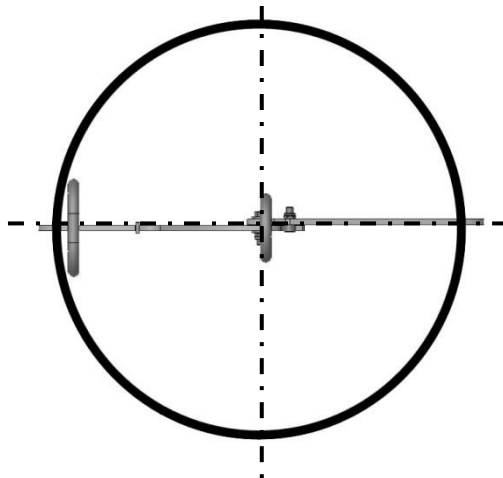

Bild 1 (Draufsicht)
Generell ist drauf zu achten, dass das Gerät (SAZ-UNI) immer **mittig** (im Zentrum) des Greifgutes positioniert ist, bevor es angehoben und transportiert wird (Bild 1)!!!
- Gerät (SAZ-UNI) **mittig** (im Zentrum) auf das Greifgut aufsetzen (siehe Bild 1).